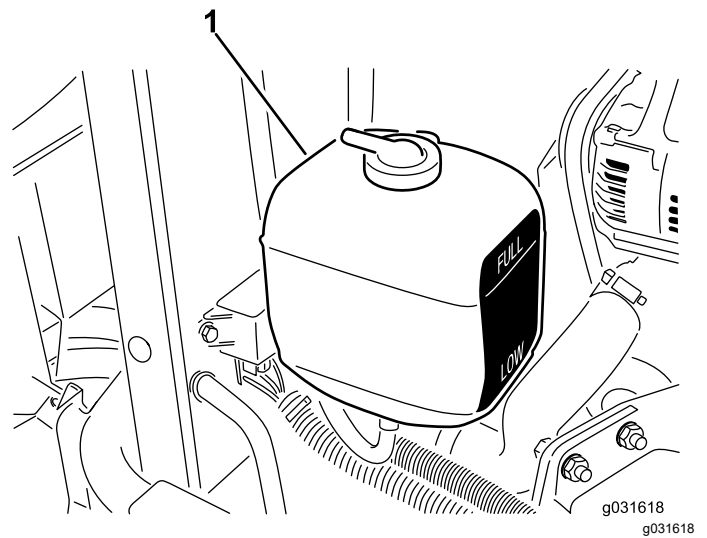

Figura 57
1. Compruebe el nivel de refrigerante del depósito de expansión (Figura 57).